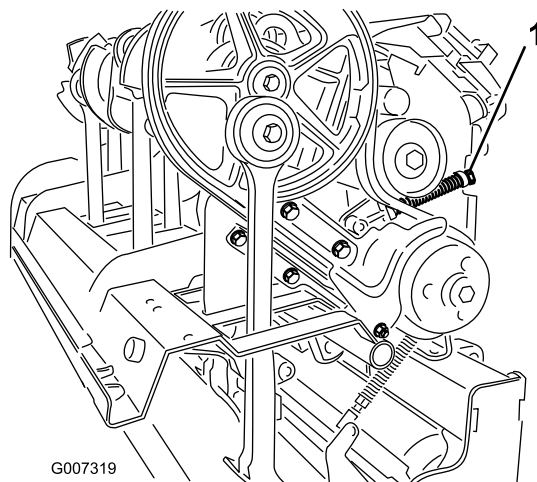

Рисунок 37
4. Чтобы снять натяжение пружины натяжного шкива, ослабьте контргайку крепления держателя пружины (Рисунок 37) и поверните держатель пружины.